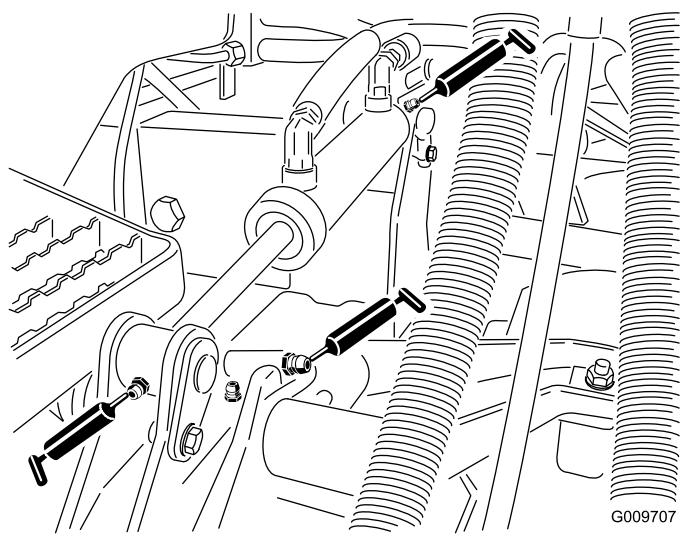

図35
- 図35に示す、昇降アームのブッシュデッキ 1台に1ヶ所
- 図35に示す、昇降シリンダのブッシュデッキ台に2ヶ所